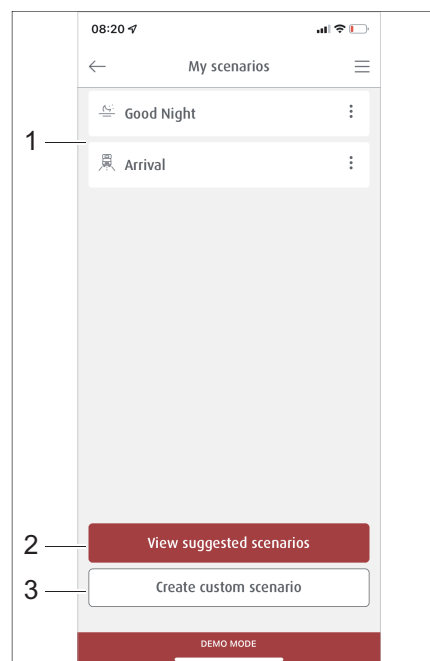

Bild 303 Administrera scenarior
I området *Scenarior* listas alla sparade scenarior (Bild 303,1). Färdiga scenarior (Bild 303,2) kan visas och nya skapas (Bild 303,3).
- På menyn *Scenarior* klickar du på knappen *Visa färdiga scenarior* (Bild 303,2) tippen.
Knapparna för de valda scenarierna är inramade i rött och finns med i listan på menyn *Mina scenarior* (Bild 303,1).